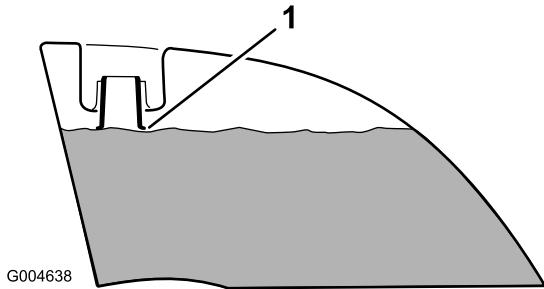

Figure 8
- Remplissez les deux réservoirs de carburant jusqu'à ce que le niveau atteigne de la base du goulot de remplissage (Figure 8). **Ne remplissez pas excessivement les réservoirs de carburant.**